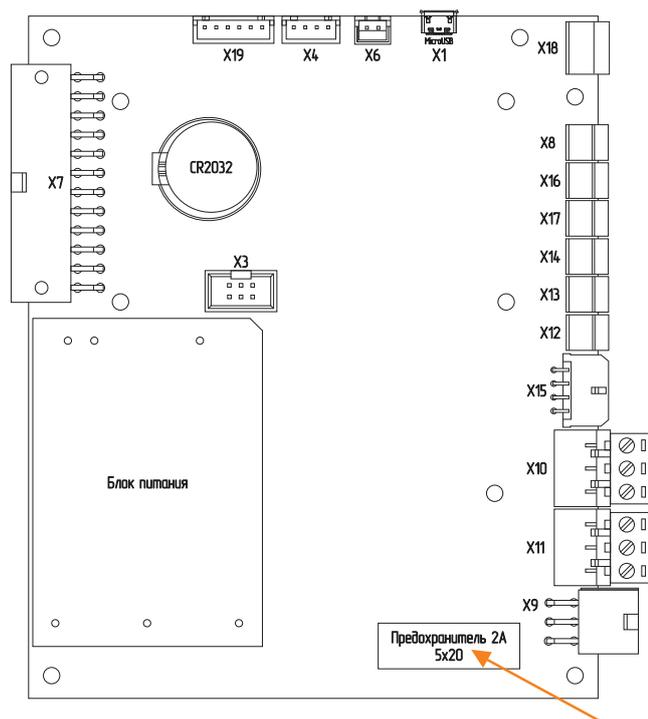

Рис.15 Плата контроллера
3. замените предохранитель **рис.15** (запасной предохранитель в базовой комплектации котла).